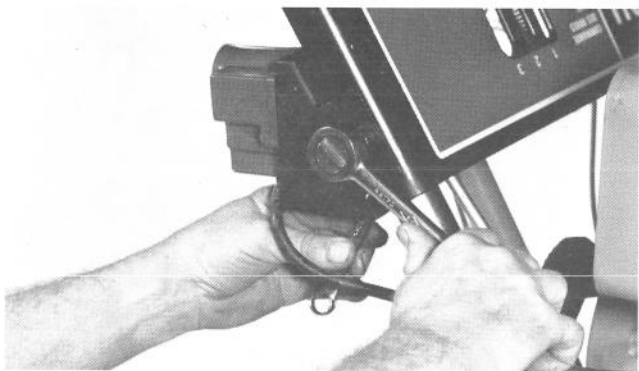

Figure 6
6. Retirez le boulon à tête de fixation droit inférieur et son écrou de la plaque d'écusson, introduisez le boulon à tête à travers le support et posez la commande du démarreur et le support (fig. 6).